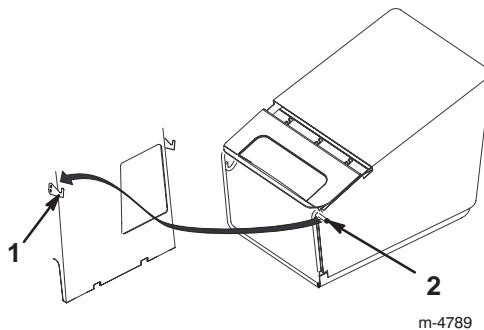

Figura 16
5. Enganche los pasadores de la bolsa de recortes en los ganchos de la plataforma, según muestra la Figura 16.
4. Desenganche los pasadores de la bolsa de recortes de los ganchos de la plataforma y retíelos por el hueco, según muestra la Figura 16.